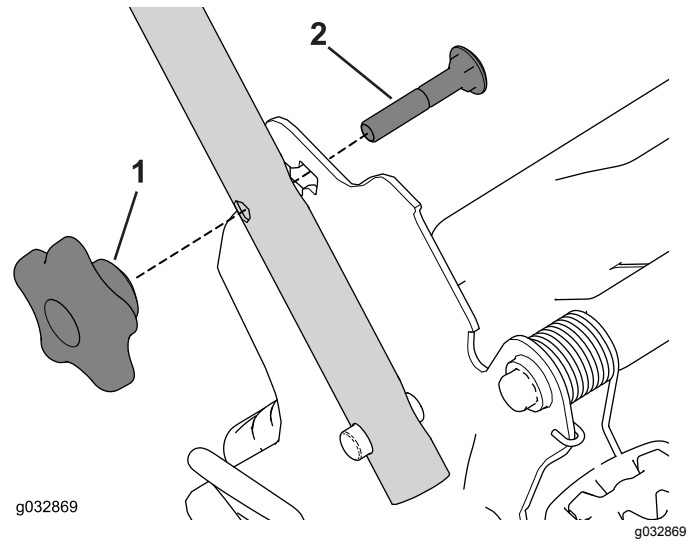

図 6
4. キャリッジボルトを頭部を内側にしてハンドルブラケットの四角い穴上穴または下穴とハンドル端部にある上穴に差し込む 図 6。